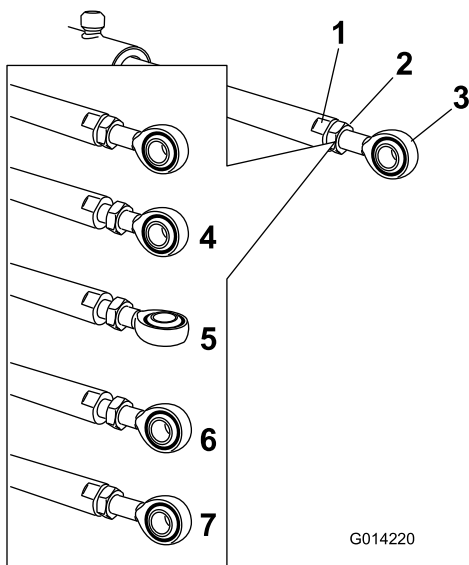

Figura 110
5. Utilize uma chave nos lados planos do acionador para imobilizar e, em seguida, desaperte a porca para permitir que a barra do olhal seja ajustada (Figura 110).
- Rode a barra do olhal na barra do olhal para diminuir ou aumentar o acionador estendido para a posição desejada (Figura 110).